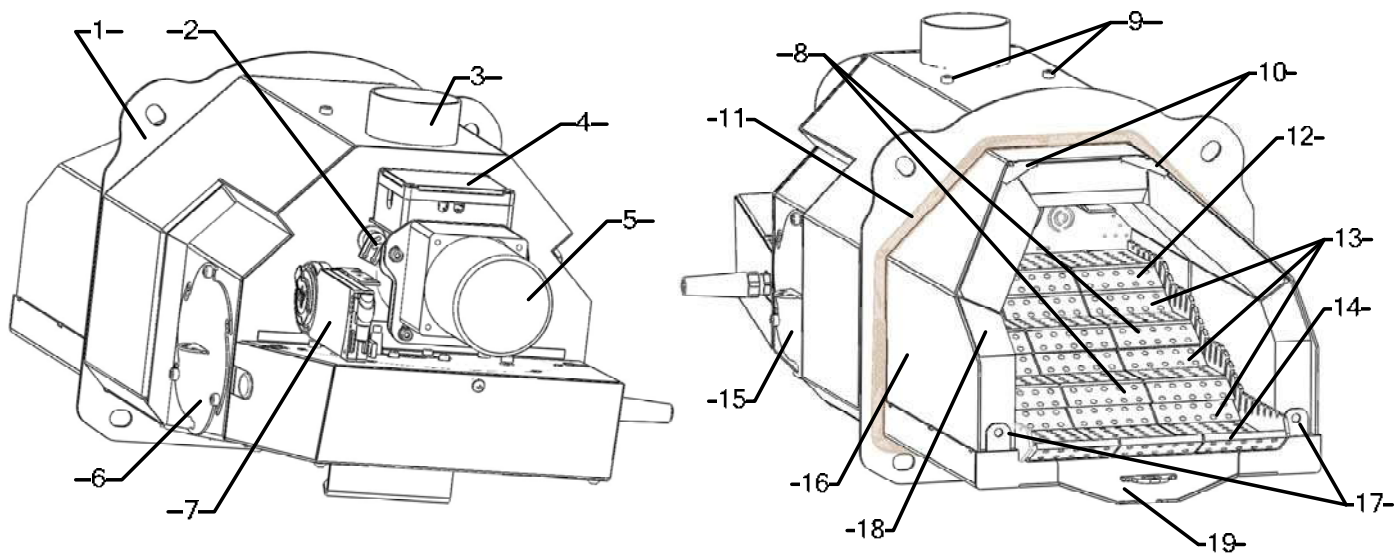

Рисунок 2. Устройство блока горелки OXI Ceramik F+
Горелка (рисунок 2) крепится к дверце котла четырьмя болтами при помощи фланца (1). Фланец условно разделяет горелку на две части – механическую часть и топку. При установке между фланцем и дверцей горелки прокладывается термостойкий шнур (11). Механическая часть защищена кожухом (на рисунке не показан). Топка